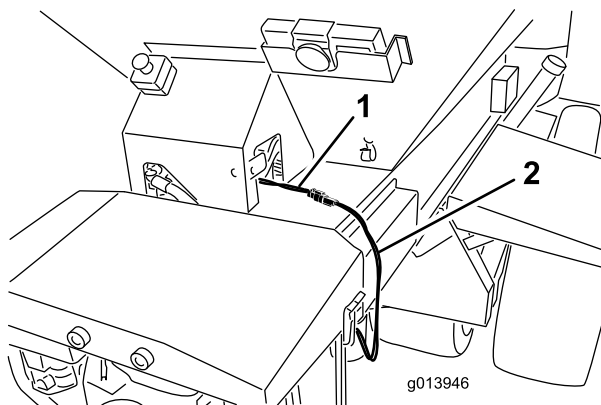
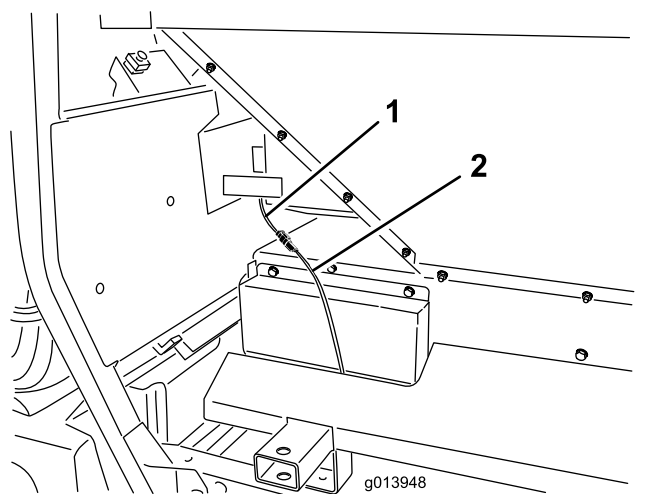

Figura 18
Figura 19
3. Enchufe el arnés de cables intermedio en el conector del arnés de alimentación de la máquina (Figura 18 o Figura 19).